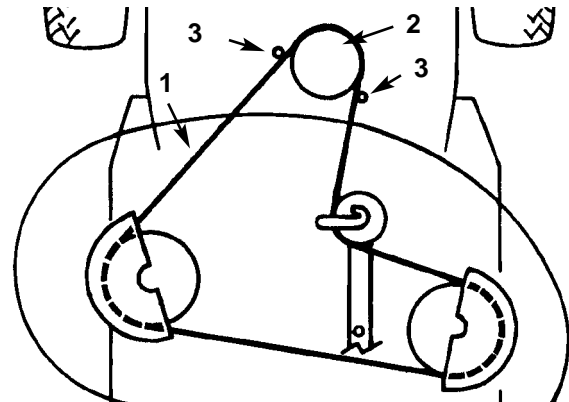

Figure 43
14. Enlever la courroie de la tondeuse de la poulie moteur inférieure (Fig. 43). En s'y prenant bien, on peut écarter légèrement le(s) guide(s) de courroie de la poulie pour enlever la courroie. Si cela est trop difficile, desserrer les boulons et les écrous de fixation du/des guide(s).
4. Installer la courroie de la tondeuse sur la poulie moteur inférieure (Fig. 43). En s'y prenant bien, on peut écarter légèrement le(s) guide(s) de courroie de la poulie pour installer la courroie. Si cela est trop difficile, desserrer les boulons et les écrous de fixation du/des guide(s).